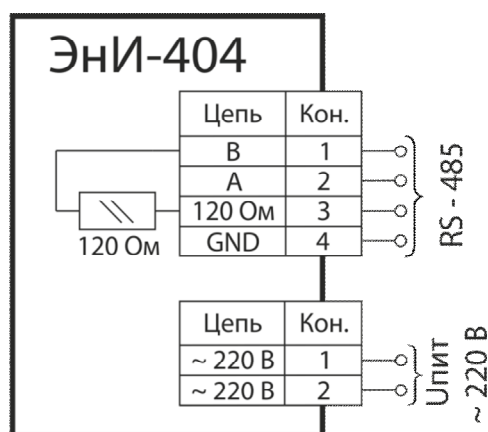

Рисунок 2 – Схема подключения ЭНИ-404.
4.4 Подключить кабель последовательного интерфейса в соответствии со схемой (рис. 2). Подключение производить при снятом напряжении питания всех устройств сети.